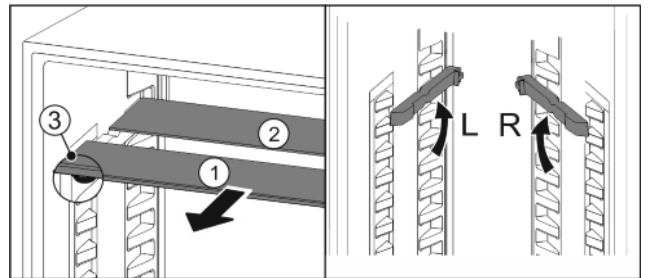

Fig. 18
- ▶ estrarre i ripiani di vetro singolarmente tirando in avanti Fig. 18 (1).
- ▷ Il ripiano di vetro Fig. 18 (1) con i fermi appoggia anteriormente.
- ▷ I fermi sono rivolti verso il basso Fig. 18 (3).